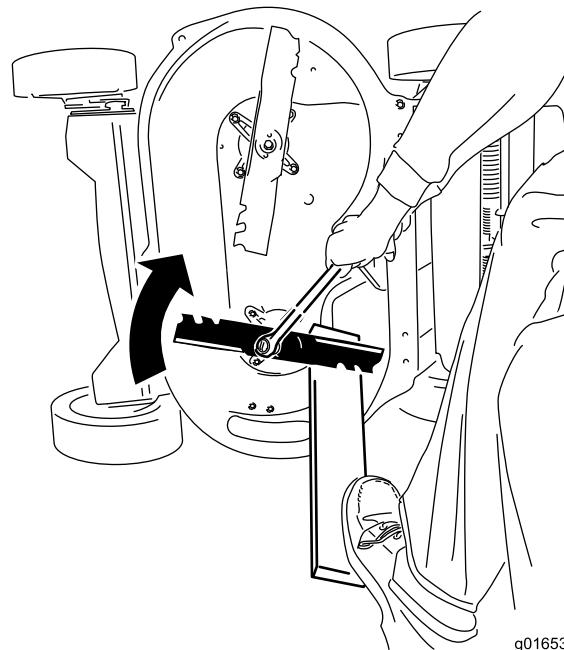

Bild 45
- 2. Halten Sie jedes Messer mit einem Brett fest und drehen Sie die Messerschraube mit einem Drehmomentschlüssel nach rechts, wie in Bild 45 dargestellt. Ziehen Sie die Messerschraube mit 82 Nm an.